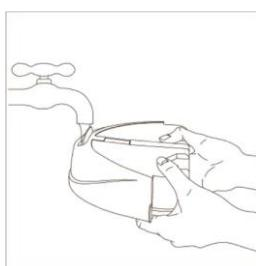

Figura 10
2. Deschideți capacul de admisie a apei și goliti apa cu duritate scăzută (până la 7dH)(Figura 10).